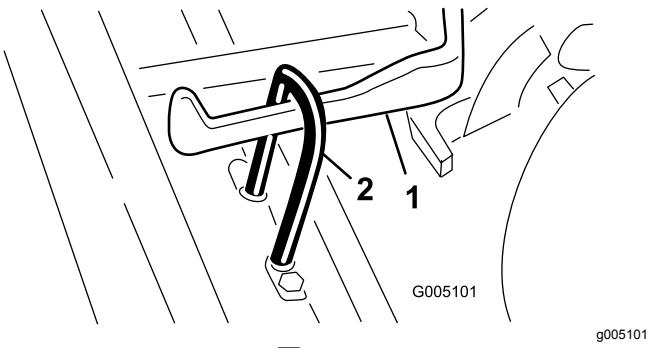

図 7
2. カッティングユニットをプルフレームの下に引き入れ、吊り輪フープを昇降アームに引っかける図7。